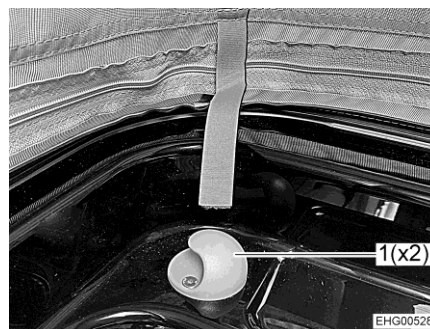

Fig. 74 Sujetador
- Enganchar la red de seguridad en los dos sujetadores (Fig. 74,1).